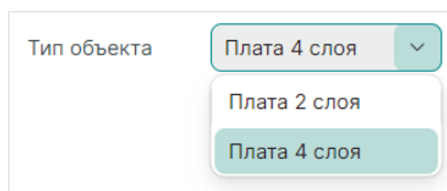

Рис. 93 Выбор типа объекта
3. Выбор типа объекта, см. Рис. 93: